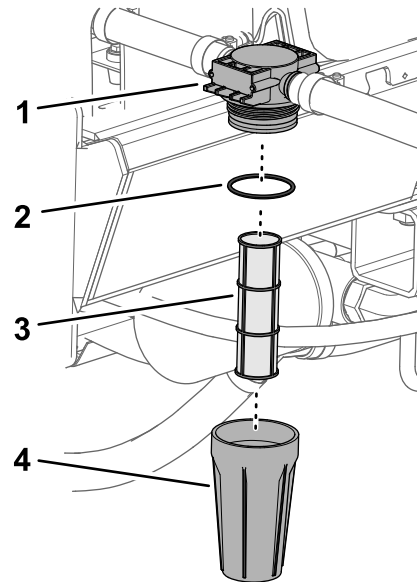

Figura 41
1. Gire el filtro en sentido antihorario para retirar la cubeta de la cabeza del filtro (**Figura 41**).
2. Inspeccione el elemento filtrante en busca de daños o una acumulación de residuos o sedimentos (**Figura 41**).
- A. Retire el elemento filtrante de la cabeza del filtro (**Figura 41**).
- C. Inserte el elemento filtrante en la cabeza del filtro (**Figura 41**).
3. Inspeccione la junta tórica en busca de daños (**Figura 41**).
4. Enrosque la cubeta en sentido horario en la cabeza del filtro, y apriétela a mano (**Figura 41**).